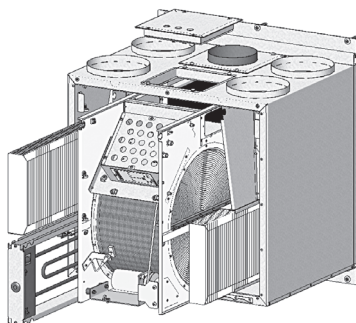

Bild 17
Es wird empfohlen, 3–4-mal pro Jahr eine Kontrolle des Lüftungsgerätes KOMFOVENT DOMEKT REGO 400VE(W) durchzuführen. Alle Komponenten im Inneren des Geräts sind zur Reinigung leicht zu entfernen. Vergessen Sie nicht die Kabel von elektrischen Komponenten zu trennen und lösen Sie die Schrauben der Elektronachheizung und des Rotationswärmetauschers. (Bild 17).